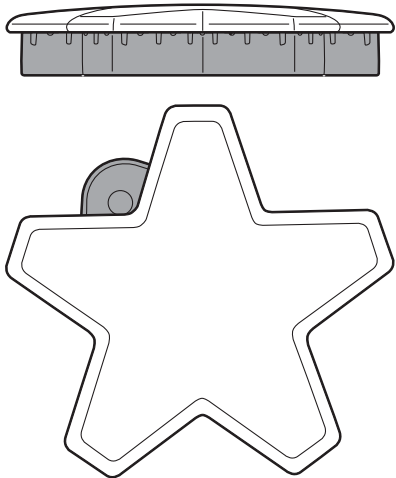
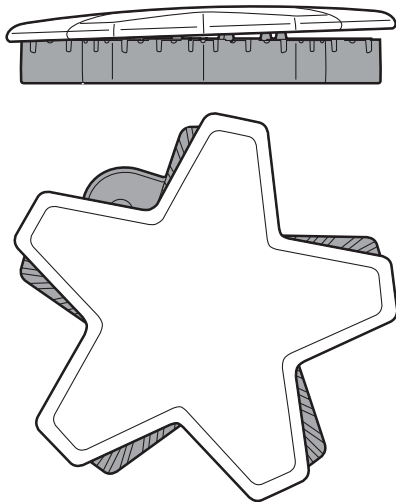

Figure 14 : Chapeau de brûleur correctement placé
Figure 15 : Chapeau de brûleur incorrectement placé
- Vérifiez chaque brûleur pour vous assurer qu'il n'y a pas d'espace entre le chapeau et la base du brûleur. Voir les *Figure 14* et *Figure 15* pour des exemples de chapeau de brûleur correctement ou incorrectement placés.
- Vous pouvez essayer de déplacer délicatement les chapeaux des brûleurs latéralement pour vous assurer qu'ils sont placés correctement sur leur base. Lorsqu'ils sont bien placés, les chapeaux des brûleurs sont droits sur la base et couvrent complètement la base du brûleur en forme d'étoile lorsque vous les regardez d'en haut, comme sur la *Figure 14*.
Chaque brûleur STAR comporte son propre allumeur électronique qui produit des étincelles lorsque le bouton est activé. Les brûleurs doivent s'allumer en 4 secondes ou moins. Si le brûleur ne s'allume pas, assurez-vous que le chapeau est correctement posé sur sa base (voir les *Figure 14*).